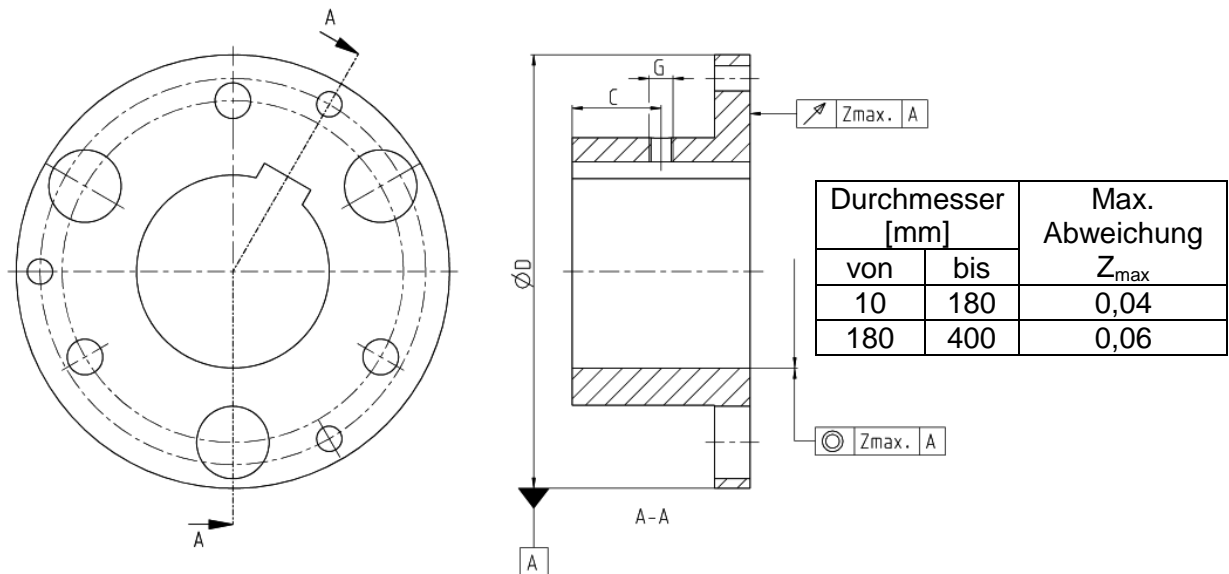

Abbildung 7.3: Vorgaben für Form- und Lagetoleranz der Bohrung
- die Form- und Lagetoleranzen nach DIN ISO 286 eingehalten werden (siehe hierzu die Abbildung 7.3).
Wenn die Nabe mit einer Passfedernut ausgeführt werden soll, ist diese bevorzugt zwischen den Bohrungen, wie in Abbildung 7.3 gezeigt, einzubringen. Bei dieser Ausführung ist eine Gewindebohrung zur axialen Sicherung der Naben empfehlenswert. Das Maß C soll nach Möglichkeit der halben Nabenlänge entsprechen. Die Größe der Gewindebohrung G und die Anziehdrehmomente der Feststellschraube sind der Tabelle 7.5 zu entnehmen.